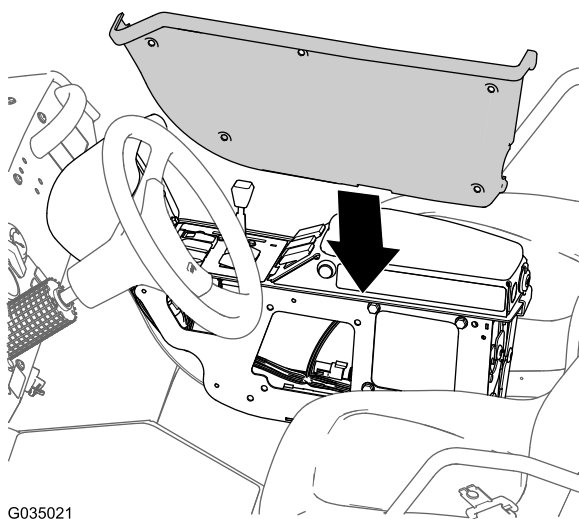

Рисунок 119
6. Совместите крышку, снятую при выполнении пункта 3 в разделе Прокладка жгута проводов для отсечного контура насоса опрыскивателя (страница 57), с левой стороной центральной консоли (Рисунок 119).